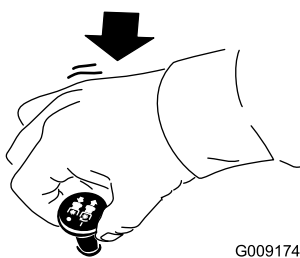

Figure 14
- Désengagez les lames en plaçant la commande des lames en position DÉSENGAGÉE (Figure 14).